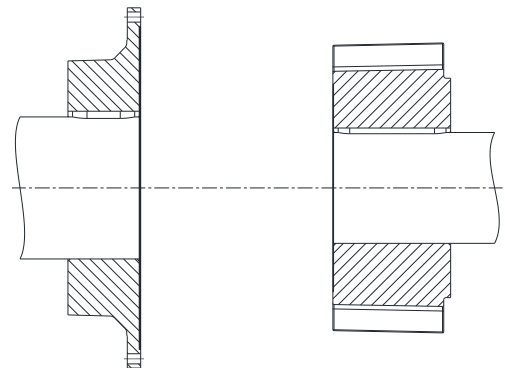

Bild 7
- Die Innenseiten der Flanschnabe (Bauteil 1) und der Nabe (Bauteil 2) müssen bündig mit den Stirnseiten der Wellen abschließen (siehe Bild 7).